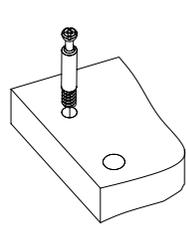

Рис.1
1. Вкрутите шпильки минификсов в соответствующие плоскостные отверстия деталей 5, 11, 12 и 13 (Рис. 1).